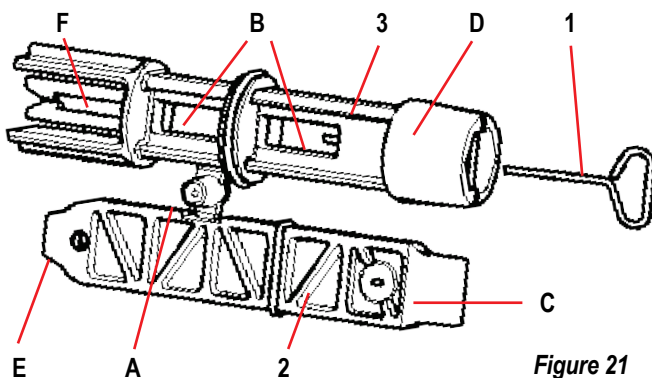

Figure 21
1. clé en métal à section hexagonale (Fig.21 – 1);
2. clé en plastique plate (Fig.21 – 2);
3. clé en plastique cylindrique (Fig.21 – 3).
La clé « 1 » est insérée à l'extrémité « D » de la clé « 3 ». Lors de la première utilisation, séparer les clés en plastique « 2 » et « 3 », qui sont assemblées par un pont (Fig.21 – A):